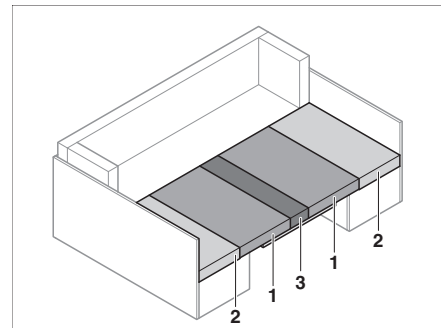

Fig. 78 Después de la transformación
- Tirar de los cojines del asiento (Fig. 78,1) hacia el centro.
- Colocar los cojines del respaldo (Fig. 78,2) entre los cojines del asiento (Fig. 78,1) y la pared exterior.
- Colocar el cojín adicional (Fig. 78,3) entre los cojines del asiento (Fig. 78,1) sobre la mesa.